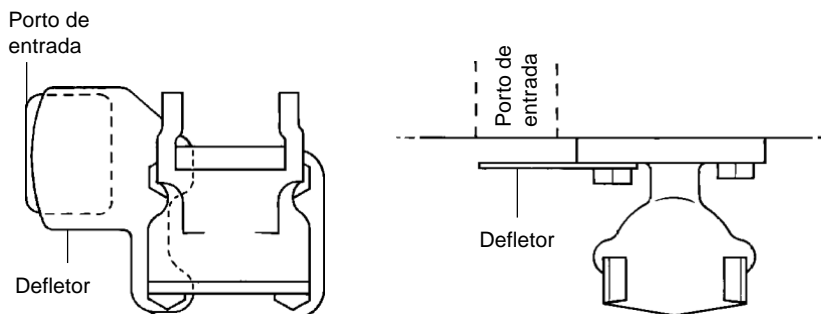

Fig. 10
- Desaperte os 4 parafusos ou porcas (7).
- Retirar o conjunto do mecanismo (5) e a junta (6).
- Remova o conjunto do mecanismo principal (5) e a junta (6).
- Coloque uma junta nova (6) e sede (5) no corpo, incluindo o defletor (consulte a página 16, figs. 10 e 11).